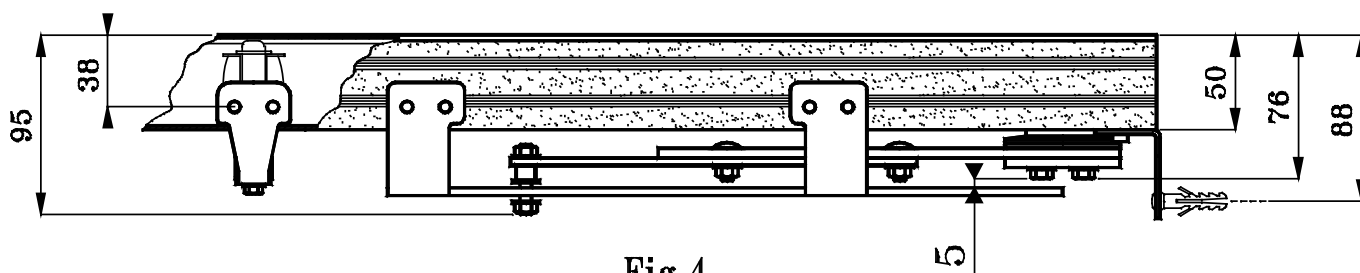

Fig.4
Upevnění válečkové dráhy: Mezi válečkem (7) a koncem dráhy musí být dodržen odstup alespoň 5 mm - jsouli obě okenice otevřené nebo zavřené [obr.3] válečková dráha musí být vzdálena minimálně 5 mm od šroubu spojky (9) [Fig.4]